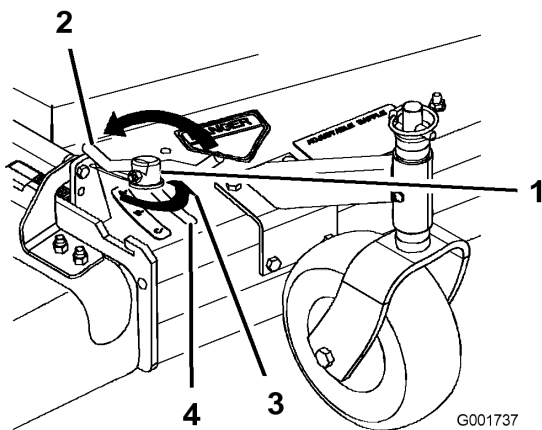

Figure 15
3. Pour régler le verrou à came, soulevez le levier pour desserrer le verrou (Figure 15).
- Repoussez le levier à sa position d'origine pour serrer le déflecteur et le verrou (Figure 15).